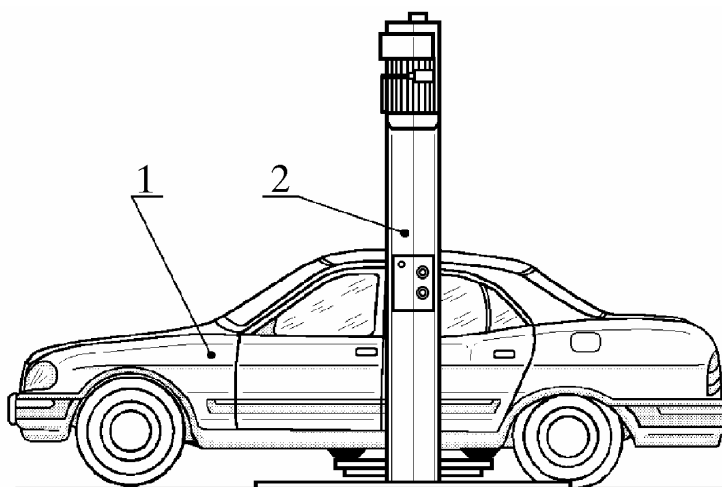

Рис. 1. Установка автомобиля на подъемник:
4.1. Установить автомобиль на подъемник 2 (рис. 1). Нагрузить автомобиль и задок автомобиля настолько, чтобы рессоры выпрямились. При этом масса грузов в багажнике не должна превышать 50 кг, а общая масса груза не должна превышать 250 кг.